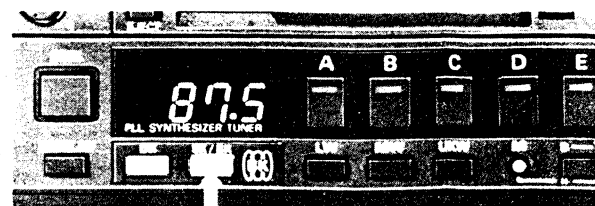

Abb. 9
Die SK/BK-TASTEN ⑬ drücken, wodurch die über den FESTSENDERTASTEN ⑪ angeordneten GEBIETSANZEIGEN "A" bis "F" ⑭ aufleuchten und das Radio auf Verkehrsfunkempfang geschaltet wird. Die sechs FESTSENDERTASTEN ⑪ dienen nun als GEBIETSBEZEICHNUNGSTASTEN "A" bis "F" (Abb. 9).